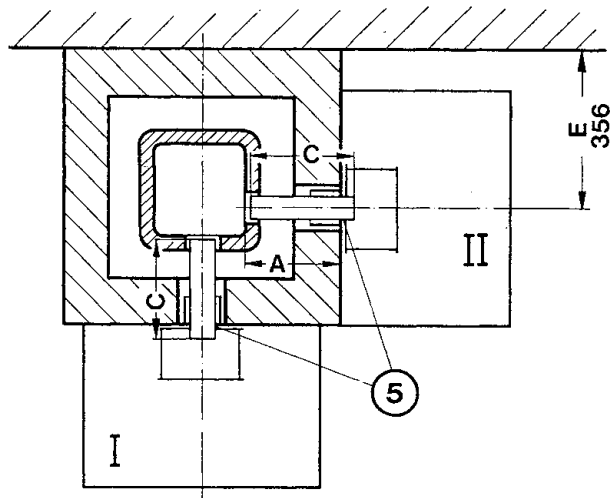

Bild 6
Das Abgaskastenzubehör ist für Schornsteingrößen nach Tabelle 2 geeignet. Wird Anordnung II gewählt, so ist auf Mindestabstand  $E = 356$  mm zu achten (Bild 6). Bei kleinen Schornsteinabmessungen Typ 1250 und Typ 1655 ist der Einbau des Gebläsegerätes gem. Anordnung II nicht möglich. Am Schornstein ist das Maß A, siehe Bild 6, zu nehmen. Der Zuschnitt, Maß C, des Abgasrohres 60 mm  $\phi$  errechnet sich aus:
Die zugeschnittenen Rohre (1) sind auf das entsprechende Innenrohr (2) aufzusetzen und mit beiliegender Kreuzschlitz-Schraube zu arretieren. Lage des Abgaskastens (3) an Wange des LAS-Schornsteines anzeichnen. Vier Löcher 10 mm  $\phi$  bohren. Beiliegende Stahldübel und Schrauben M 6 x 50 verwenden und Abgaskasten befestigen, siehe Bild 6